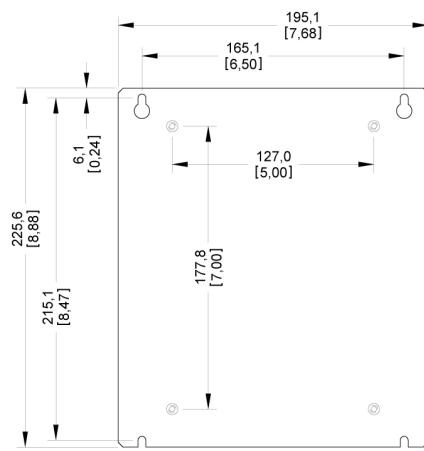

Figura 3. Dimensiones del panel
- **Unidad principal montada sobre el panel del adaptador.** Colóquela según lo desee en la placa de montaje de la carcasa y ubique los orificios de montaje en la placa con las ranuras del panel del adaptador como plantilla. Vea la Figura 3 para obtener las dimensiones del panel del adaptador. Perfore y rosque orificios de montaje en la placa con una rosca de 8-32 UNC. Coloque el FB107 con el panel del adaptador sobre las ubicaciones roscadas y conecte la placa con los cuatro tornillos de 8-32 UNC x 0,38 pulg provistos. Ajuste los tornillos con firmeza.